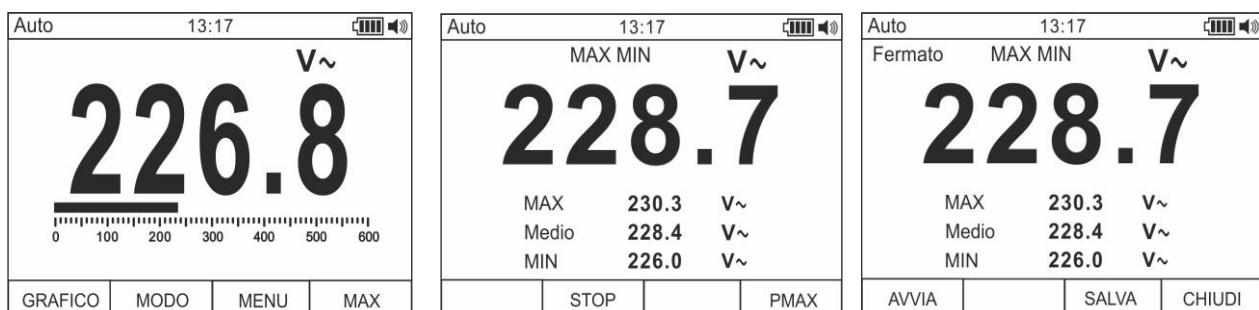

Fig. 6: Salvataggio valori MIN/MAX/Medio
- Premere il tasto **F4** per entrare nella misura dei valori MAX, MIN e Medio della grandezza in esame (vedere Fig. 6 – parte centrale). Il messaggio “MAX MIN” appare a display
- Premere il tasto **F3** per salvare il risultato della misura (vedere Fig. 6 – parte destra) e rivedere il risultato salvato (vedere § 4.3.7)